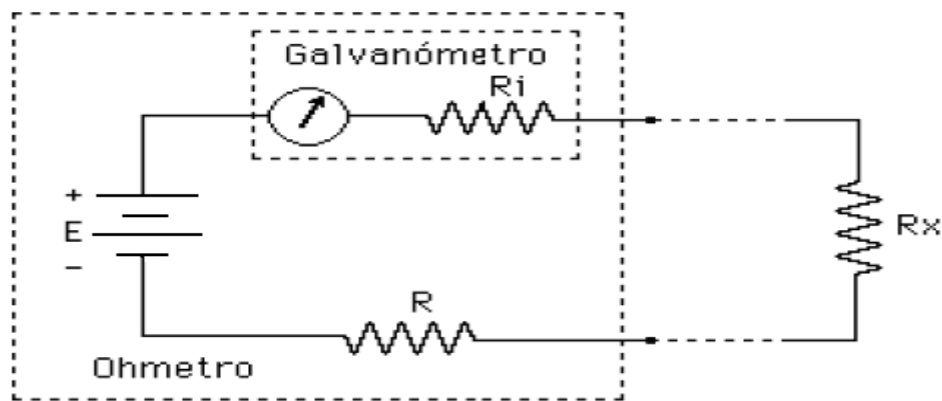

Figura 1.6 Circuito básico del óhmetro.
En su interior consta de una fuente o batería pequeña que entrega un voltaje a la resistencia a medirse (RX), el galvanómetro ya calibrado en ohmios mide la intensidad de corriente que circula a través de la resistencia bajo medida (RX), como se muestra en la figura 1.6.